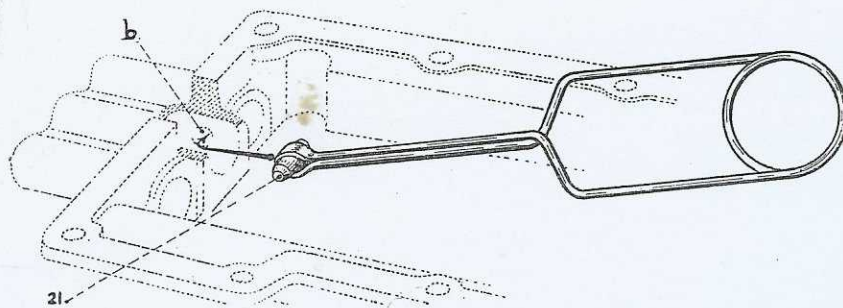

Fig. 18. — Mise en place du verrou de sécurité
- Mettre en place les verrous de sécurité (21) (fig. 18) des fourchettes dans les trous « b » du couvercle.